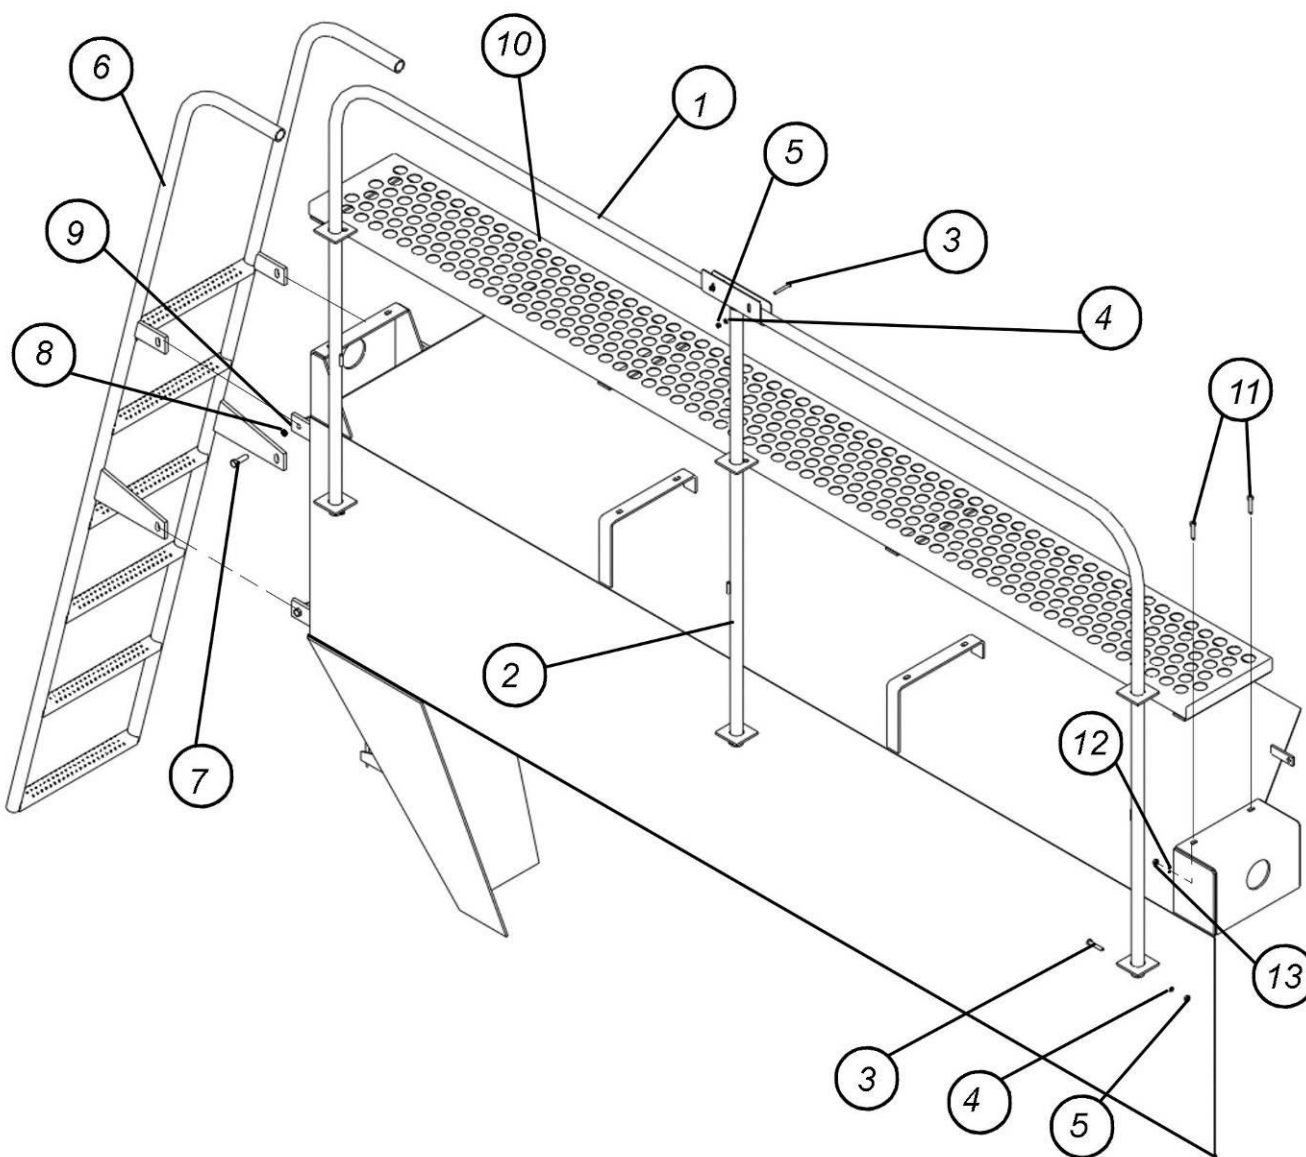

Рис. 7.2.10. Поручни; лестница; площадка
**7.2.10. Поручни; лестница; площадка (рис. 7.2.10)**